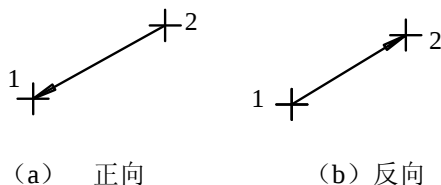

图 4-48 带箭头的直线
(4) 按操作提示要求, 用鼠标拾取直线、圆弧或某一点, 拾取后, 操作提示变为【箭头位置】。按这一提示, 再用鼠标选定加画箭头的确切位置。用户会看到在移动鼠标时, 一个绿色的箭头已经显示出来, 且随光标的移动而在直线或圆弧上滑动, 待选好位置, 单击鼠标左键, 则箭头被画出。
(5) 如果是在某一点处加画一个箭头, 系统还允许用户临时画出箭头的引线, 引线长度由用户确定, 箭头的方向可在 360 度范围内选择拖动鼠标可看到引线的长度和方向跟随鼠标的移动而变化, 当认为合适时, 单击鼠标左键即可画出箭头及引线, 若不需画引线, 则选定“箭头位置”后, 不必拖动鼠标, 直接单击鼠标左键即可。
(6) 用户还可以象画两点线一样绘制带箭头的直线, 若选【正向】, 则箭头由第二点指向第一点, 若选【反向】, 则箭头由第一点指向第二点, 如图 4-48。